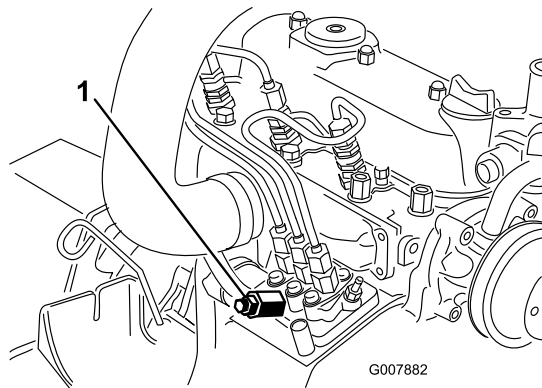

Bild 48
3. Legen Sie einen Lappen unter die Entlüftungsschraube an der Kraftstoffeinspritzpumpe und öffnen Sie sie (Bild 48).